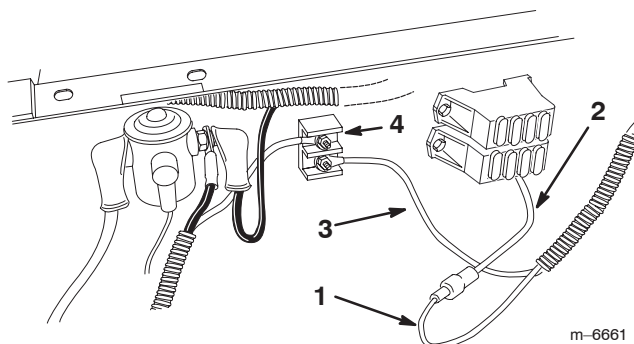

Figure 25
12. Connectez le câble central, muni du connecteur à œillet, à un goujon de masse sur le bornier de masse (Fig. 25).